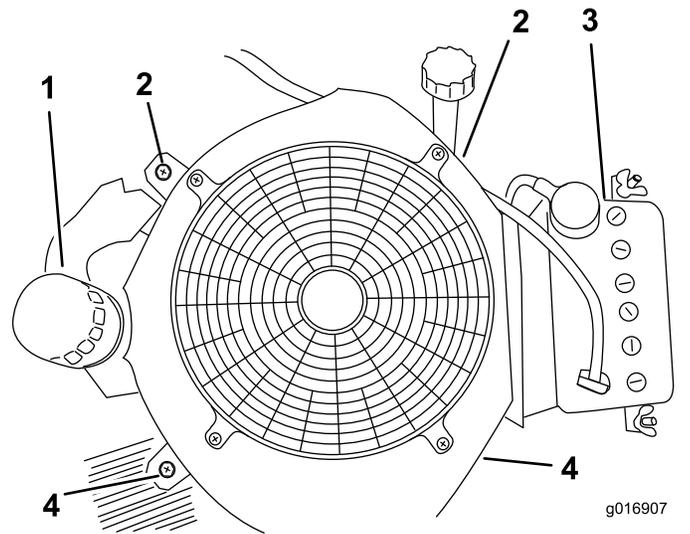

Figure 73
6. Retirez les 2 vis à gauche et à droite du carter du ventilateur de refroidissement (Figure 73).